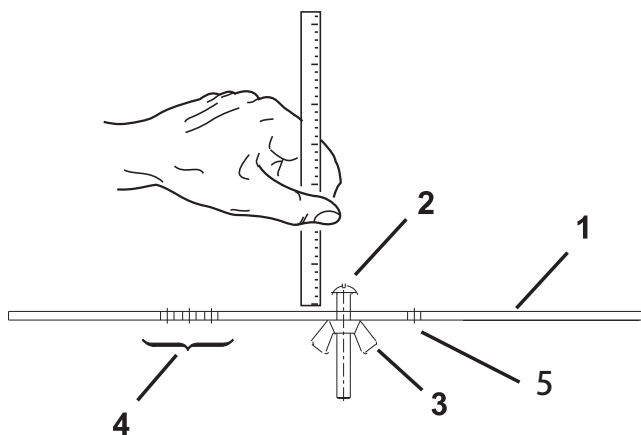

図 14
2. ゲージバー (図14) のナットをゆるめ、調整ネジを希望の刈り高に合わせる。ネジ頭の下からバーの表面までの距離が刈り高となる。